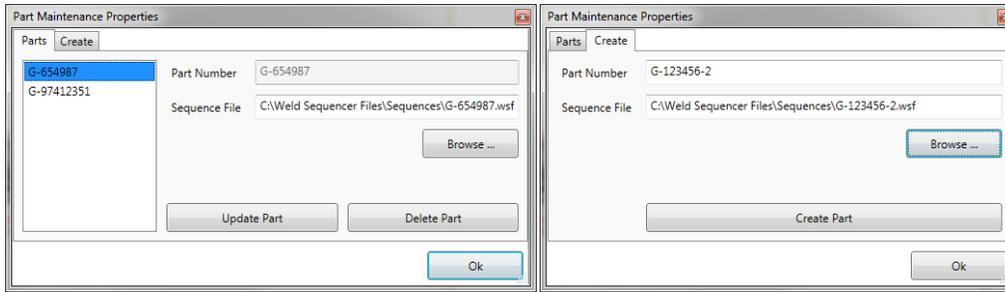

图 4.16 部件维护属性
4. 单击顶部工具栏中的 部件维护 。	部件维护属性 窗口打开 (图 4.16)。
如果需要将部件号与不同的焊接序列文件相关联，则可以突出显示部件号，单击**浏览**按钮并关联一个新文件。单击**更新部件**按钮以保存您的更改 (图 4.16)。
如果您需要从部件查找表中删除部件号条目，只需突出显示部件并单击**删除部件**按钮 (图 4.16)。